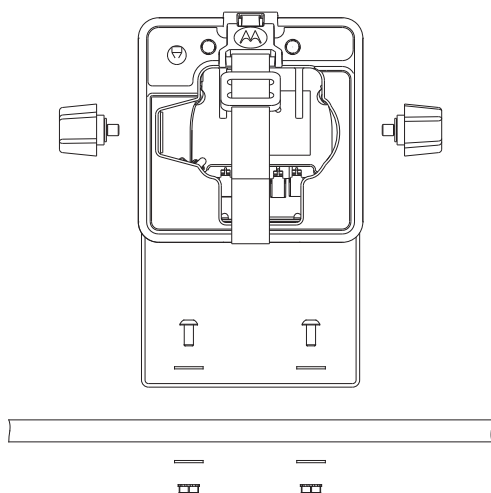

Рис. 4. Встановлення автомобільного зарядного пристрою
4. Встановіть кронштейн, як показано на Рис. 4., використовуючи відповідні гвинти, шайби, пружинні шайби та гайки.
5. Вставте пристрій у кронштейн і встановіть у корпус шайбу та ручку з нарізкою, як зображено на Рис. 4.